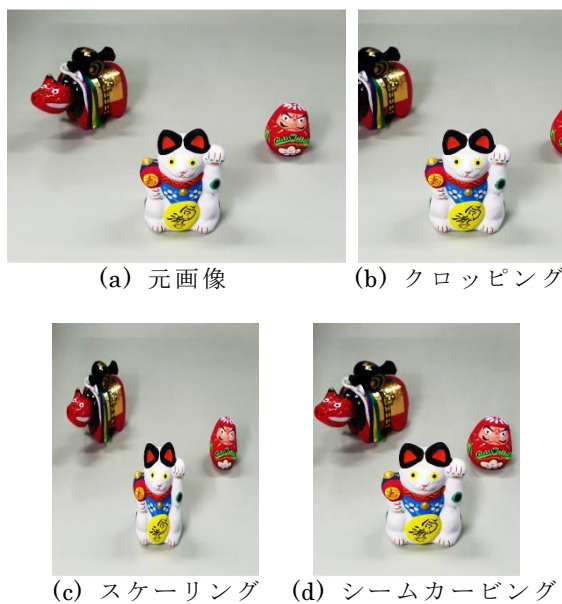

図 1 シームカービングによるリサイズの場合
携帯端末等に搭載された多様なディスプレイの普及に伴って、画像のリサイズに対するニーズが高くなっている。画面の端を単純に削除するクロッピング (cropping), リサイズ後のサイズに合わせて画像全体を線形変換するスケーリング (scaling) に代表される従来のリサイズ手法では、人や物等の画像中の重要なオブジェクトに顕著な影響を与えるという問題がある (図 1(b), (c))。このため、オブジェクトの形状を保存したままリサイズを行うアルゴリズム (content aware resizing) の研究が近年盛んになっている。
S. Avidan らによって提案されたシームカービング (seam carving) は、このようなアルゴリズムの一つである [1]。シームカービングでは、背景等の重要度が低い部分のみを取り除き、重要な部分をそのまま残すことが可能である (図 1(d))。